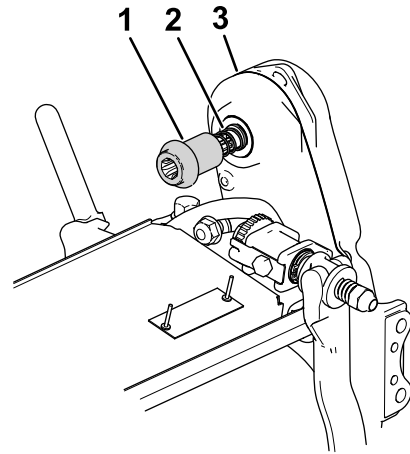

图 7
4. 将联轴器和弹簧安装到滚刀组的滚刀驱动总成 图 7。
5. 确保联轴器 图 7 可以在变速箱驱动轴上轻松前后移动。